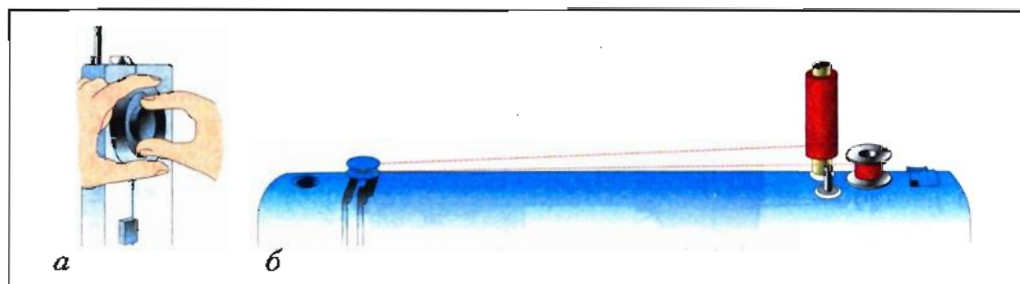

Рис. 34. Намотка нитки на шпульку: *а* — поворот стопорного кольца; *б* — установка катушки и шпульки
1. Отключить механизм швейной машины. Для этого нужно, придерживая рукой маховик, повернуть стопорное кольцо на себя (рис. 34, а).
3. Катушку с нитками установить на штифт для катушек, нитку завести в регулятор натяжения моталки, а ее конец несколько раз обмотать вокруг шпульки (рис. 34, б).